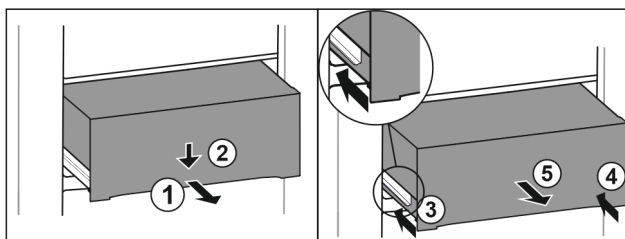

Fig. 109
- Lade er half uittrekken. Fig. 109 (1)
- Schuiflade aan de voorzijde omlaag drukken. Fig. 109 (2)
- Linker rail ca. 2 cm inschuiven. Fig. 109 (3)
- Rechter rail ca. 2 cm inschuiven. Fig. 109 (4)
- Lade naar voren toe verwijderen. Fig. 109 (5)